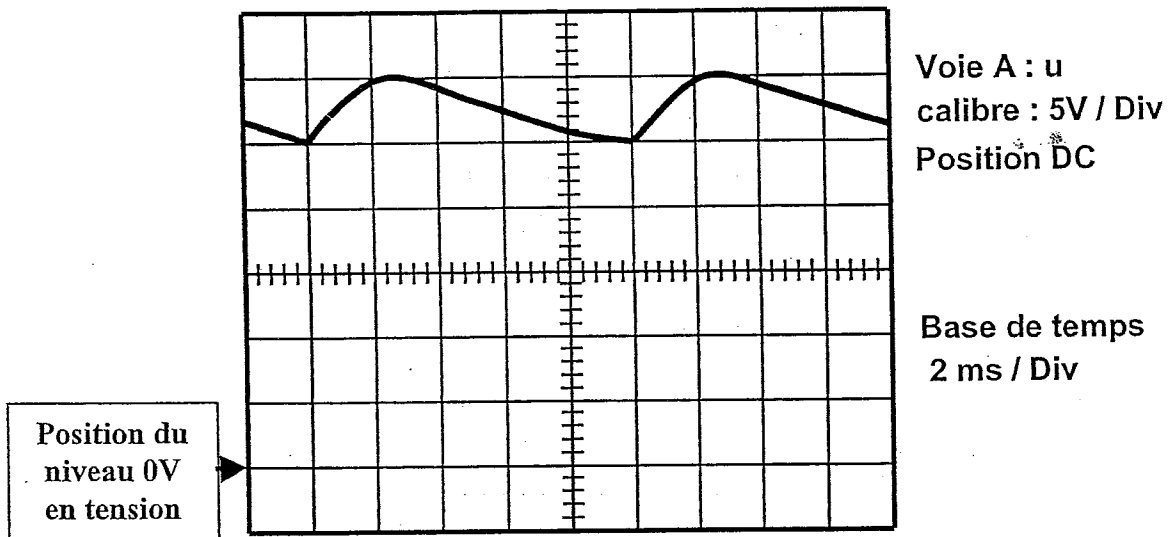

Figure 2
- 4.1. A partir de l'oscillogramme de la tension u donnée figure 2, estimer $\langle u \rangle$, la valeur moyenne de u.